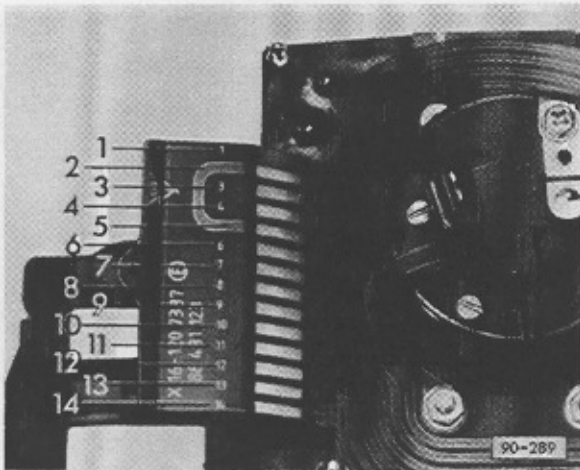

Abb. 1 Belegung der Anschlüsse an Mehrfachsteckverbindung
• Belegung der Anschlüsse an Mehrfachsteckverbindung – Abb. 1